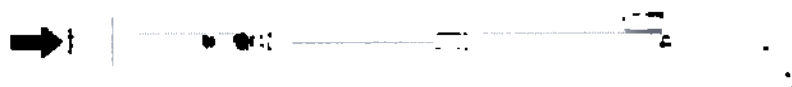

Fig. 3
5. С использованием шприца в 1 мл промойте просвет проводника системы доставки физиологическим раствором через втулку (Рис.3).